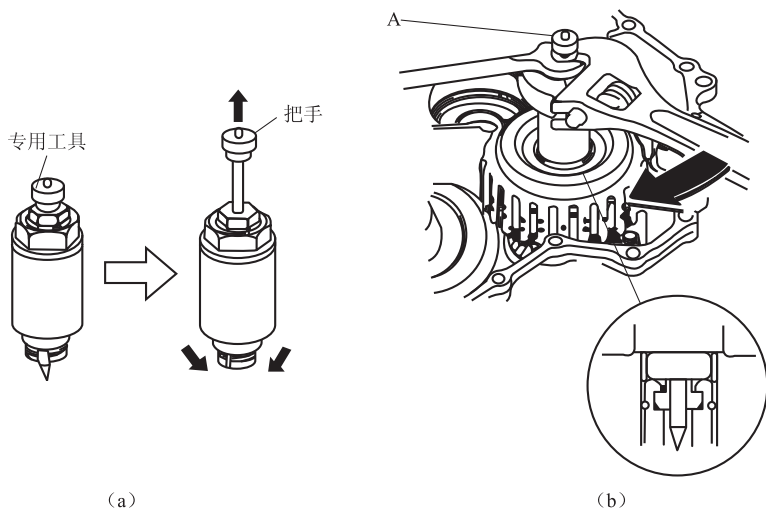

图 2-27 安装中间轴主动/驻车齿轮
⑭ 如图 2-27 所示,将专用工具 07TFE-P4VR130 的把手向上提拉,然后将其锥头安装到从动带轮轴输油管孔内和起步离合器。推动专用工具的把手,然后拧紧螺母,将中间轴主动/驻车齿轮安装到主动带轮轴上。将专用工具的把手向上拉,拆除专用工具。